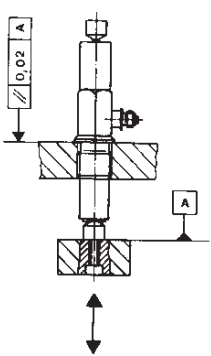

Fig. 1
- Montage über das Gewinde M10x1 und Kräfteinleitung frontseitig über das Kopfstück mit M3-Gewinde (Fig. 1).
- Montage dans un alésage avec filetage M10x1 et introduction de la force sur la face frontale avec filetage M3 (fig. 1).
- Mounting in a bore with thread M10x1 and force introduction at the front end with thread M3 (see Fig. 1).